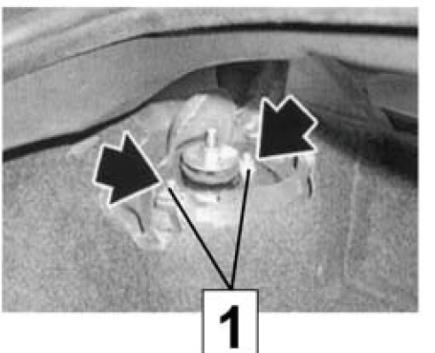

Fig. 7
- **Fig. 7** Obere Abdeckkappe entfernen und die Befestigungs-muttern (1) abschrauben, dabei Stoßdämpfer gegenhalten und vorsichtig entnehmen.
- **Fig. 7** Remove upper protective cap and unscrew fastening nuts (1).
- **Fig. 7** Enlever le capuchon supérieur y desatornillar las tuercas de sujeción (1),